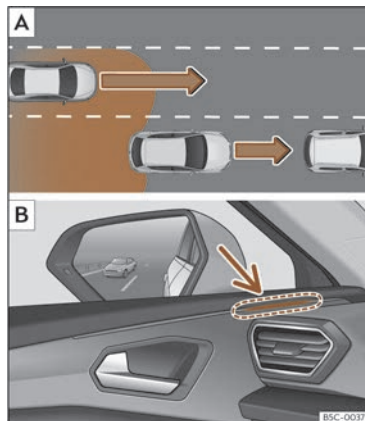

Fig. 143 Representación esquemática: **A** Adiantamento con tráfico na parte traseira. **B** Indicación do asistente de cambio de carril no lado esquerdo.
Nas seguintes situacións amósase unha indicación no indicador de control >>> **fig. 143 B** (frecha) ou >>> **fig. 144 B** (frecha):
- Cando se é adiantado por outro vehículo >>> **fig. 143 A**.